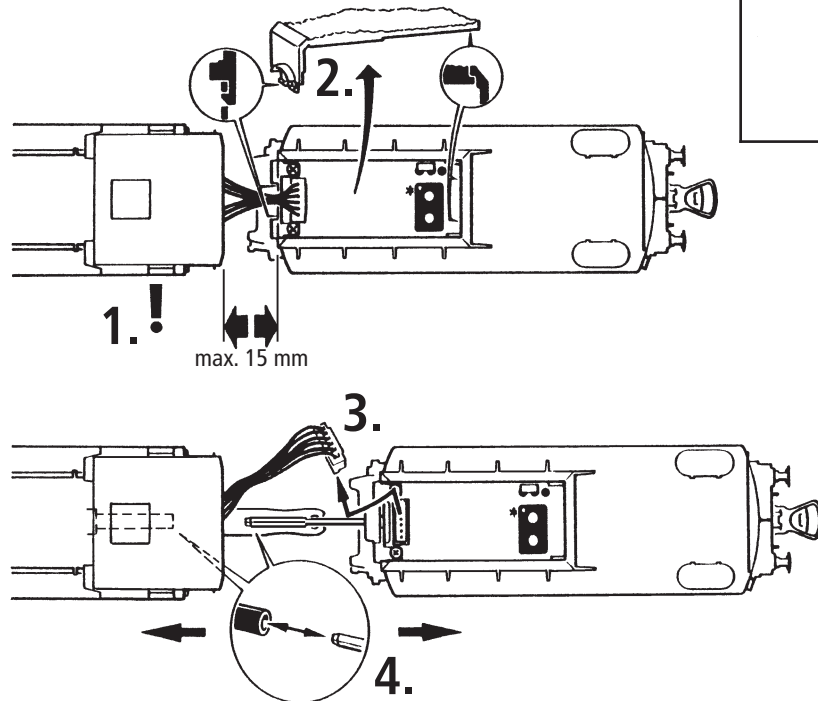

Fig. 7
2. Schmierung: Versehen Sie die im Schmierplan in Fig. 9 und Fig. 10 gekennzeichneten Stellen mit nur **kleinen Öltropfen**. Dazu zuerst das Lok- bzw Tendergehäuse abnehmen (Fig. 7, Fig. 8). Wir empfehlen den ROCO **Öler Art.-Nr. 10906**. Fürs Schmieren der Getriebeteile (Zahnräder, Schnecke) empfehlen wir das **ROCO-Spezialfett Art.-Nr. 10905**. Im Falle der Schmierung diese Teile **nicht ölen**.
2. Lubrication: Apply **tiny oil drops** to spots marked in fig. 9 and fig. 10. Prior to lubrication dismantle the loco body or the tender body (fig. 7, fig. 8). We recommend using item no. **10906, Roco oiler**. For lubrication the gearparts (e.g. cogwheels, worm) we would recommend our Roco **special grease** (item no. **10905**).
3. Steam generator application (fig. 5): First remove the loco body (fig. 7) and then push in the Seuthe steam generator no. 10 (running in digital mode: use no.11).
2. Graissage: N'appliquez **qu'une toute petite goutte** aux endroits indiqués par le plan de graissage (fig. 9, fig. 10) après avoir démonté la caisse du locomotive/tender (fig. 7, fig. 8). Nous vous recommandons le **graisseur à huile Roco réf. 10906**. Pour graisser les engrenages (roues dentées, vis sans fin) nous vous conseillons la **graisse spéciale Roco réf. 10905** pour engrenages en matières synthétiques. Lorsque vous utilisez cette graisse il faut éviter d'huiler ces composants.
3. Emploi d'appareil fumigène: Veuillez démonter d'abord la caisse de votre locomotive (fig. 7) et introduisez ensuite le fumigène au chassis (fig. 5) **Attention:** Le fumigène Seuthe n° 10 n'est à utiliser qu'en exploitation classique >>analogue<<. Pour une locomotive munie d'un décodeur de commande numérique faites appel au fumigène Seuthe n° 11!